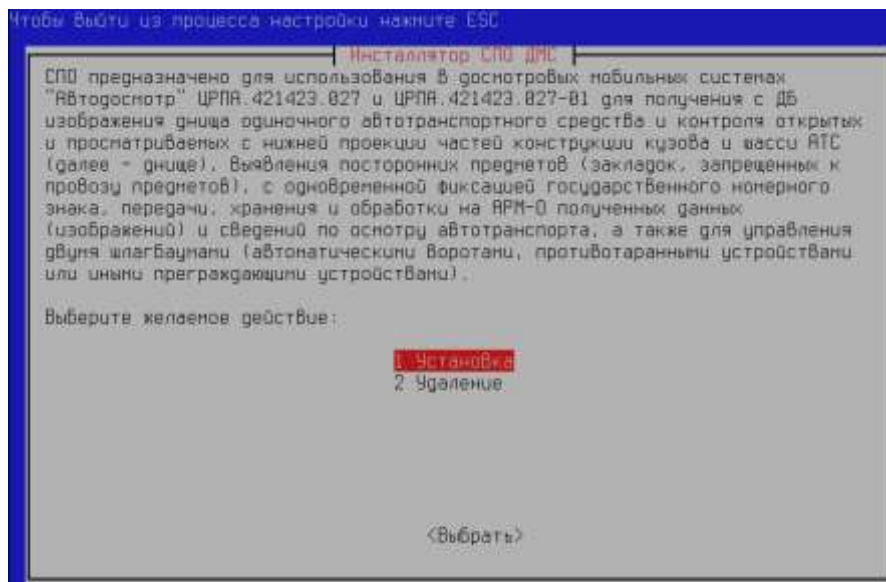

Рисунок 9 — Окно начала установки СРО «Автодосмотр»
7) Первым запускается окно установки/удаления. Необходимо выбрать действие «Установка» (Рисунок 9).